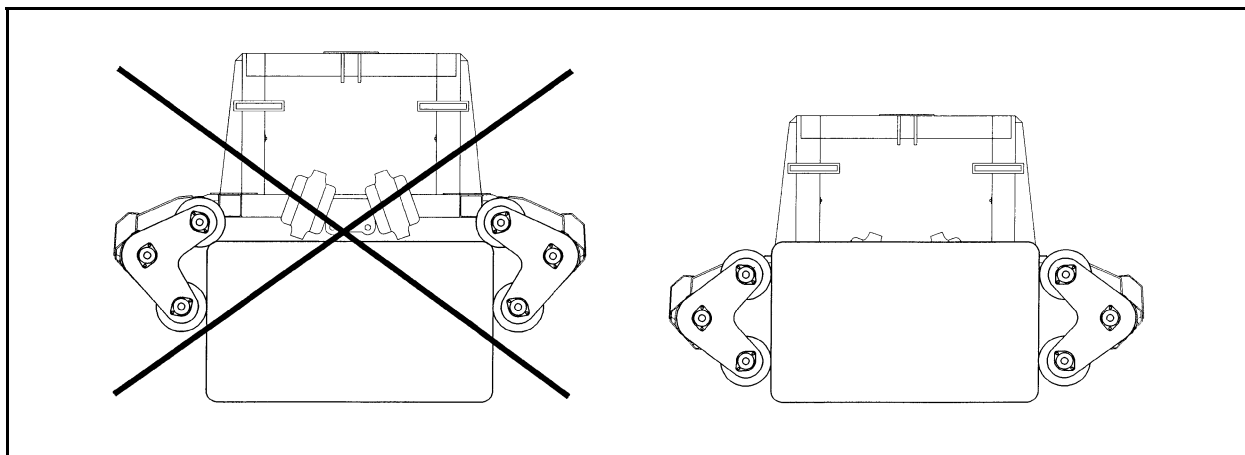

Fig. 10-5
- a) Ved opplasting av små firkantballer er det viktig at bærerullene senkes så nær bakken som mulig. Dette for at alle fire rullene skal få tak på sidene av ballen. Hvis to av rullene kommer over ballen, vil ikke maskinen klare å laste den opp. (Se fig. 10-5). Event. juster stillingen på rullene ved hjelp begrensningsskjettingene. (Se kap. 10.1)
- d) Det kan av og til være nødvendig å regulere bredden mellom rullene under pakking. Dette er mest aktuelt ved pakking av en dårlig formet og løst presset ball. Hvis maskinen har problemer med å få ballen til å rotere, reguleres bredden mellom bærerullene ved å betjene **“RULLER UT” (7)** eller **“RULLER INN” (6)** på styreboksen. Dette kan gjøres mens pakkingen pågår.